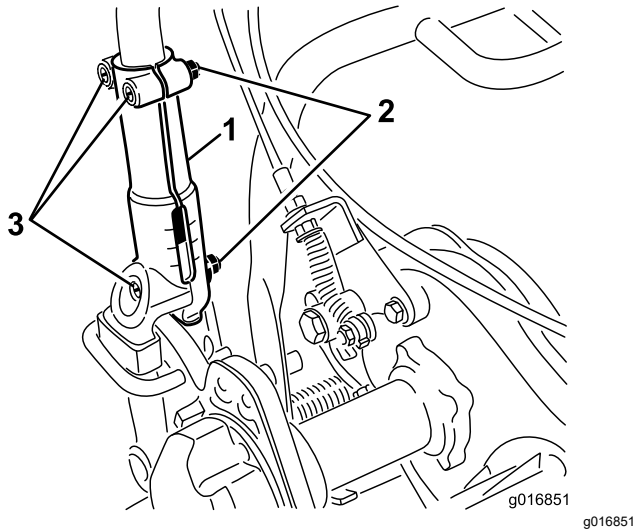

Bild 24
1. Lösen Sie die drei Schlossschrauben und Muttern, mit denen jede Seite des Holm in den Holmklemmen befestigt ist (**Bild 24**).